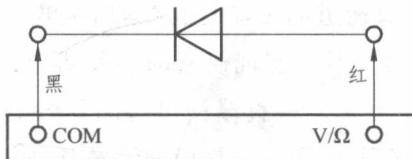

图 2.4 二极管测试电路图
(1) 将黑表笔插入“COM”插孔, 红表笔插入“V/Ω”插孔(红表笔极性为“+”), 将功能开关置于“ $\text{蜂鸣}$ ”档、并将表笔连接到待测二极管, 读数为二极管正向压降的近似值, 如图 2.4 所示。